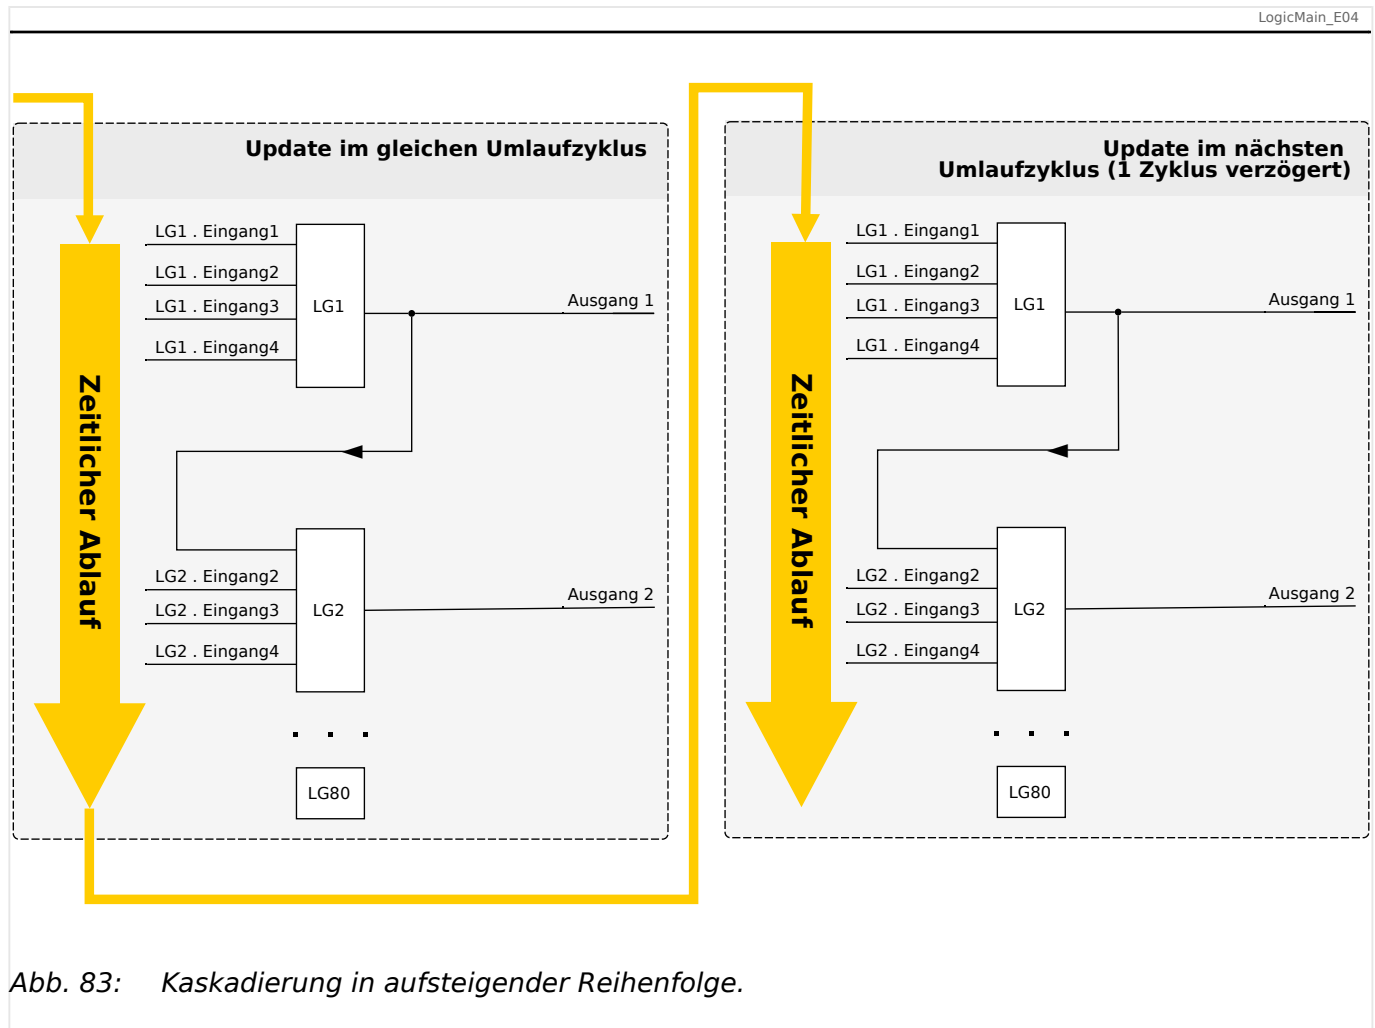
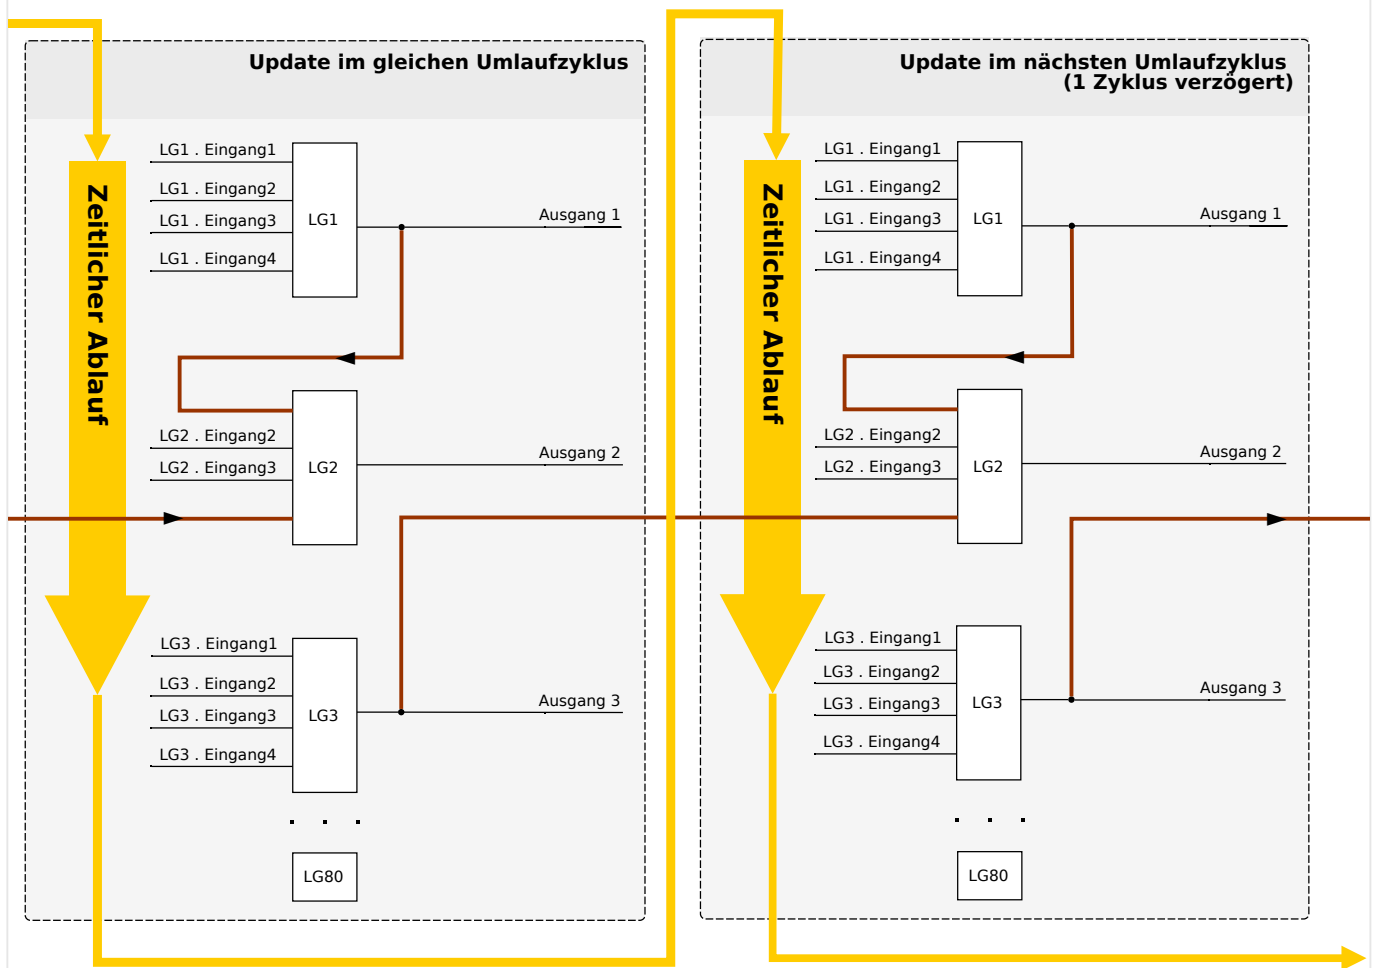

Abb. 83: Kaskadierung in aufsteigender Reihenfolge.
Abb. 84: Kaskadierung in absteigender Reihenfolge.
- Kaskadierung in **aufsteigender** Reihenfolge bedeutet, dass der Ausgang einer Logikgleichung auf den Eingang einer Logikgleichung mit **höherer** Nummer rangiert wird. Das Diagramm  **Abb. 83** weiter unten zeigt ein Beispiel, bei dem der Ausgang von LG1 auf einen Eingang von LG2 rangiert wird.
- Kaskadierung in **absteigender** Reihenfolge bedeutet, dass der Ausgang einer Logikgleichung auf den Eingang einer Logikgleichung mit **niedrigerer** Nummer rangiert wird. Das Diagramm  **Abb. 84** zeigt ein Beispiel, bei dem der Ausgang von LG3 auf einen Eingang von LG2 rangiert wird.
Bei der Konfiguration des Schutzgerätes bestehen keinerlei Einschränkungen oder Unterschiede zwischen aufsteigender und absteigender Reihenfolge. Da allerdings während der Laufzeit des MRM4 die Logikgleichungen in aufsteigender Reihenfolge ausgewertet werden, haben die resultierenden Ausgangswerte, die am Eingang der Logikgleichung anstehen, ein unterschiedliches „Alter“, wie in  **Abb. 83** und  **Abb. 84** veranschaulicht wird.
Das in  Abb. 84 gezeigte Beispiel zeigt eine Konfiguration von „Logikgleichung 2“, die den Ausgang von zwei weiteren Logikgleichungen, „Logikgleichung 1“ und „Logikgleichung 3“, als Eingangszustände verwendet. Hierbei ist der Ausgang von „Logikgleichung 1“ in aufsteigender Reihenfolge verwendet, sodass der Wert in jeweils demselben Prozesszyklus ermittelt wird. Der Ausgang von „Logikgleichung 3“ wird in absteigender Reihenfolge verwendet, sodass der Wert in dem jeweils vorherigen Prozesszyklus ermittelt wurde.